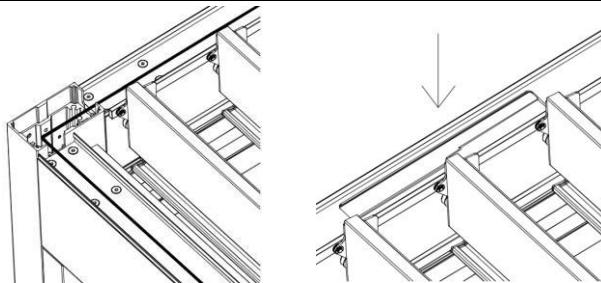

Abbildung 53
1. Verlegen Sie die Verkabelung im oberen (offenen Teil der Träger) – Abb. 53. Die oberen Kanten der Stützen haben in den oberen Wänden offene Fenster für die Kabelführung.
2. Die Zentrale IOALL868 kann an einer beliebigen Stelle im oberen Kanal des Balkens unter der Revisionsklappe oder in die Öffnung im oberen Teil des Antriebsbalkens über dem Motor eingesetzt werden (Abb. 53 – rechter Pfeil). Dort kann sie hinter dem Motor in den Innenraum des Balkens eingesetzt werden.
4. Die Revisionsklappen (Abdeckungen) von oben einrasten lassen – Abb. 53. Die Wandklappen haben einen seitlichen Abstand aus EPDM-Band, um eine Beschädigung der Lackierung der Revisionsklappe bei der Montage oder Demontage zu vermeiden.